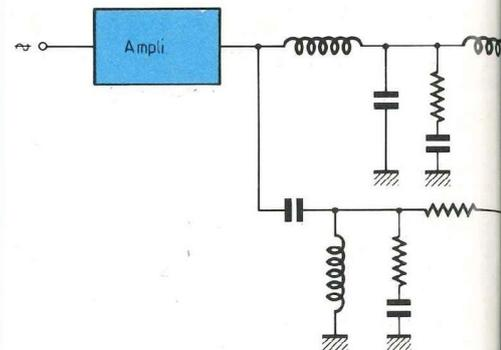

Fig. 1 : Filtre passif 2 voies à éléments LRC et filtre actif à pente de 12 dB/octave.
**L**e filtre actif permet, cela va de soi, de supprimer le filtre passif à éléments L.R.C. intercalé entre amplificateur et haut-parleurs et ainsi de charger directement chacun des haut-parleurs par un étage de puissance sans que le signal BF ne subisse aucune perte d'amplitude en traversant les composants L.R. (voir figure 1). Driver d'autre part directement un haut-parleur, c'est mieux en assurant le contrôle, le déplacement de la bobine mobile, donc la membrane. Ce qui peut paraître comme un